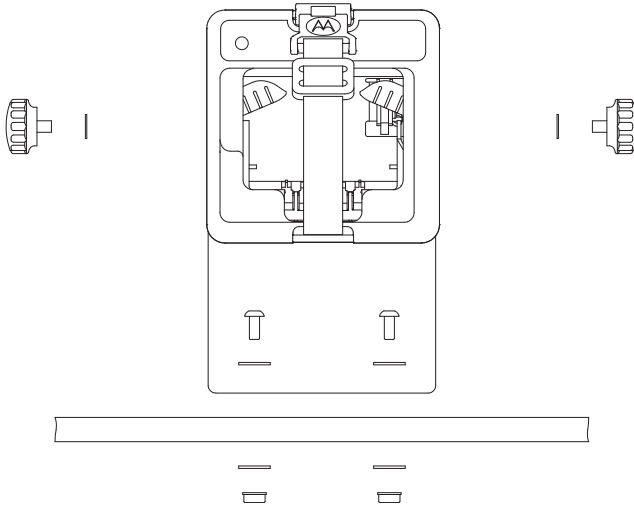

Figure 1 L'installation du chargeur véhiculaire
4. Consulter la Figure 1, monter le support à l'aide des vis appropriées, des rondelles, des rondelles de blocage et des écrous.
5. Introduire l'appareil dans le support, et installer la rondelle et le bouton fileté dans le boîtier, comme montré dans la Figure 1.